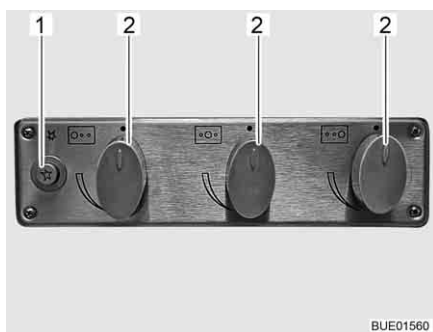

Fig. 168 Elementi di comando del fornello a gas
- Ruotare il pomello girevole (Fig. 168,2) dell'impianto a fiamma libera desiderato in posizione accesa (fiamma alta).
- Premere il pulsante a pressione (Fig. 168,1).